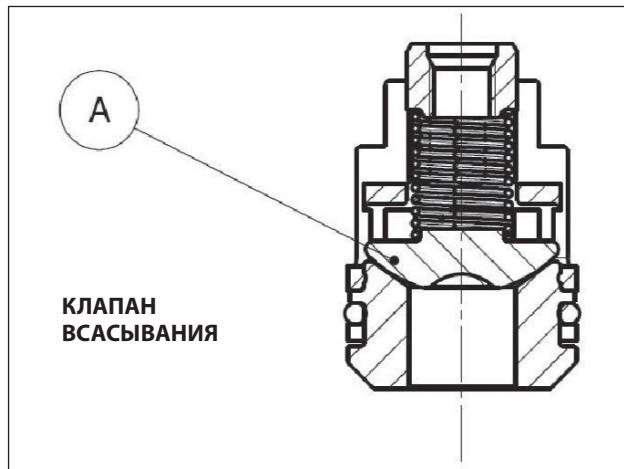
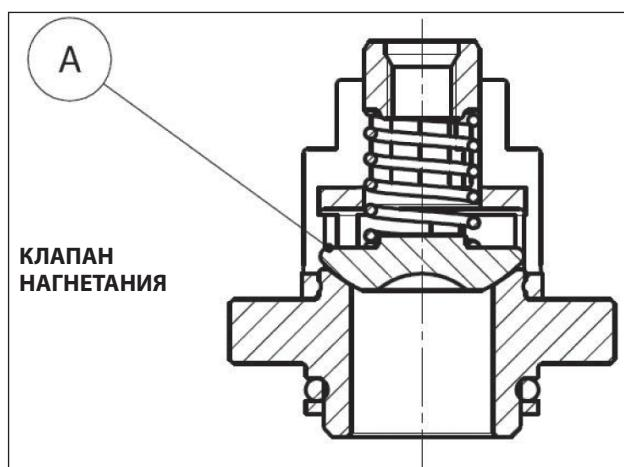

Рис. 26
Рис. 27
2. Кроме того, в версиях HF18 – WK355 следите за тем, чтобы не перепутать местами шаровые клапаны всасывания и клапан нагнетания «A» (Рис. 26, Рис. 27), поз. на деталировочном чертеже 46, как указано в разделе 16 *Руководства по эксплуатации и техническому обслуживанию*.